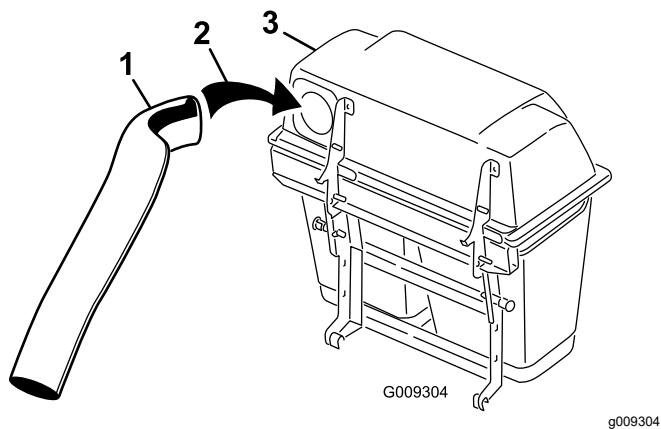
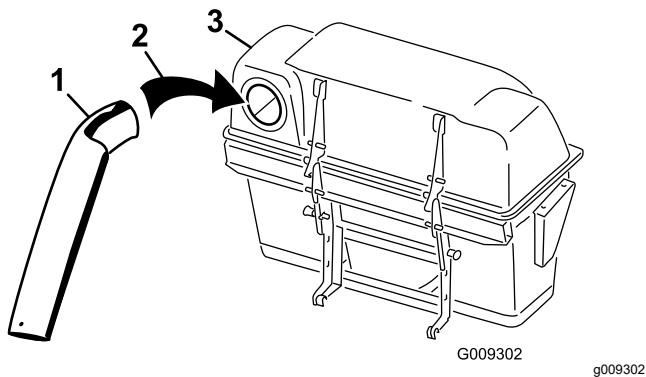

Figure 21
Figure 22
5. Insérez le tube supérieur dans l'ouverture du système de ramassage puis ressortez-le pour que le joint en caoutchouc ressorte (Figure 21 ou Figure 22).